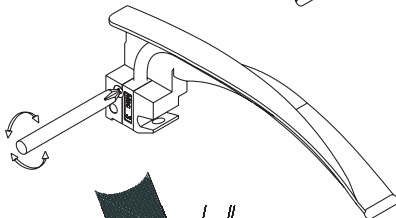

Fig 5
5. Aby usunąć prowadnicę światłowodową należy w pierwszej kolejności usunąć śrubę A, tak aby umożliwić wyjęcie dźwigni B, jak pokazano na Rys. 5. Mechanizm dźwigniowy ostrza może wymagać obrócenia, aby umożliwić odłączenie przewodnicy światłowodowej od ostrza.